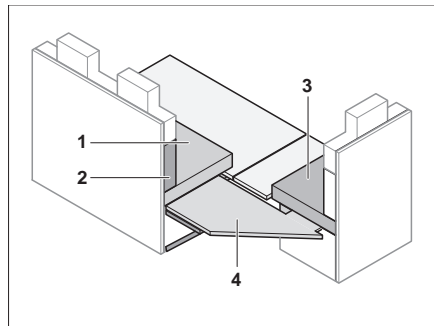

Fig. 130 Utilizar placa de refuerzo
- Colocar la placa de refuerzo (Fig. 130,4) en la prolongación del banco de asiento.